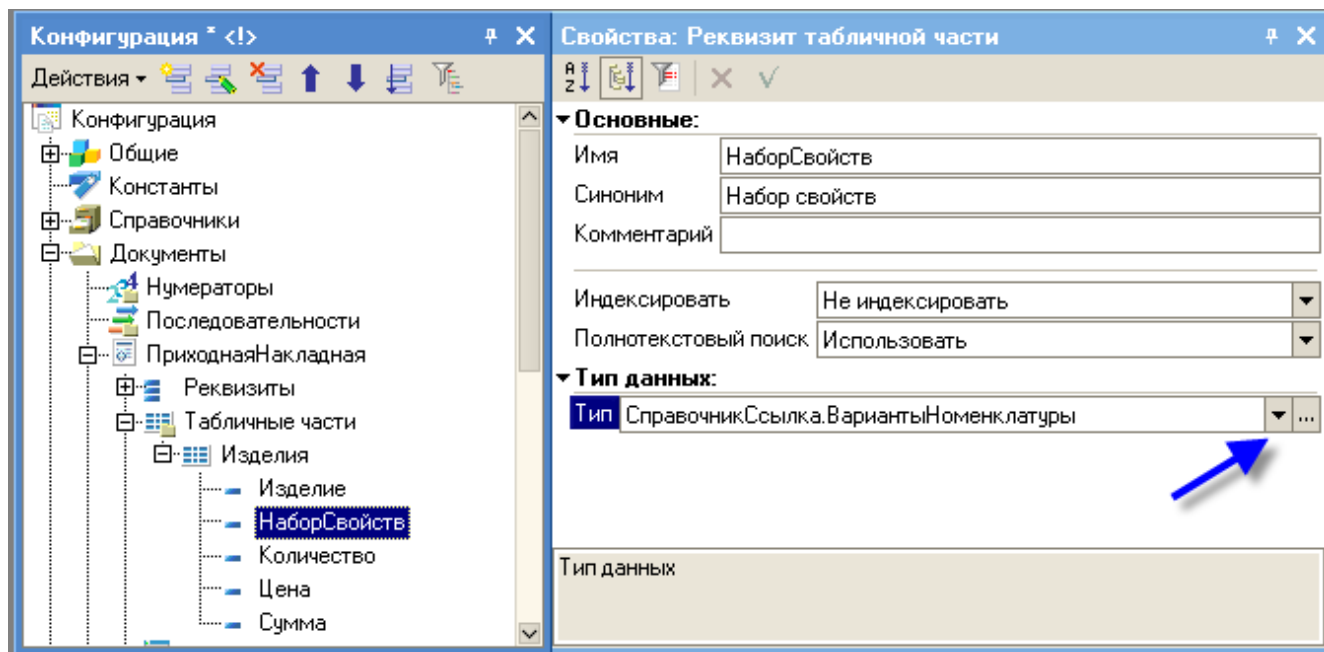

Рис. 133
- добавть в табличную часть документа новый реквизит *НаборСвойств* с типом *СправочникСсылка.ВариантыНоменклатуры* и переместите его, поставив после реквизита *изделие* используя контекстное меню (рис. 133);